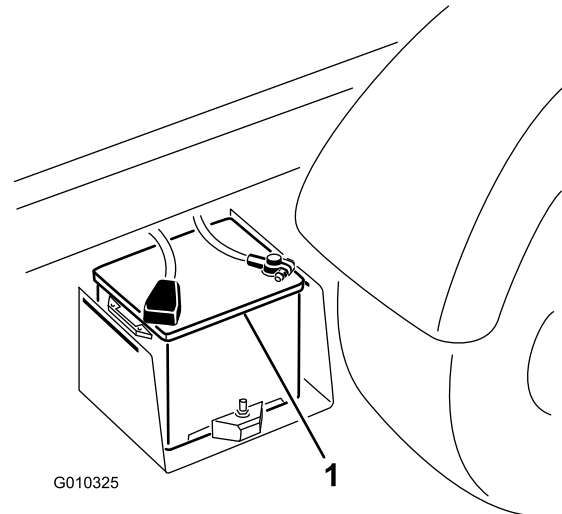

Figura 52
2. Collegate un cavetto portatile tra i poli positivi delle due batterie (Figura 52). Il polo positivo è identificato dal simbolo + sul coperchio della batteria.